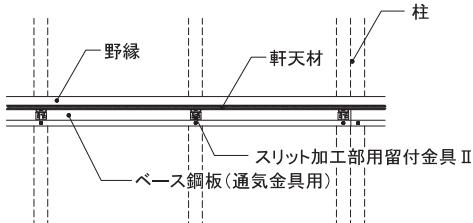

図3 スリット加工部用留付金具IIの施工位置
- スリット加工部用留付金具IIをツメが上がった状態で、軒天下のベース鋼板に500mm以下の間隔で専用ビス(ステンレステクスネジ $\phi 4.5mm \times 10mm$)を用いて留め付けてください。(図3、4、5参照)